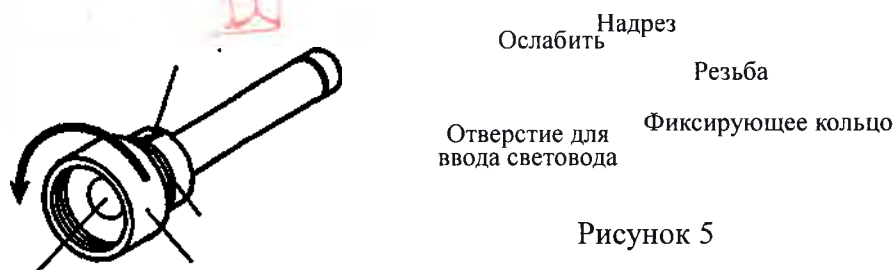

Рисунок 5
8.1.8 Ослабить фиксирующее кольцо адаптера источника света (см. рисунок 5) до появления резьбы.